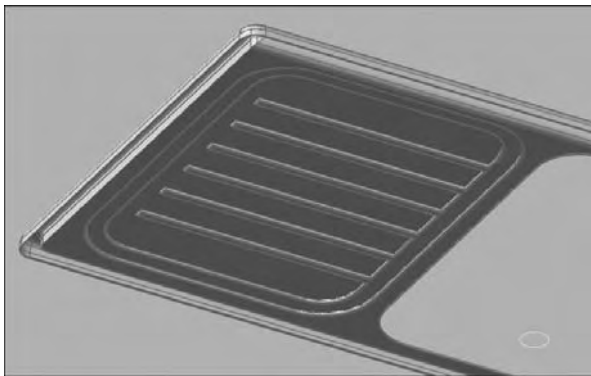

Fig.18.8
- 24 Pointez la partie supérieure de l'évier comme partie à conserver. La structure interne est à présent visible en regardant la pièce à partir du bas (fig.18.8).